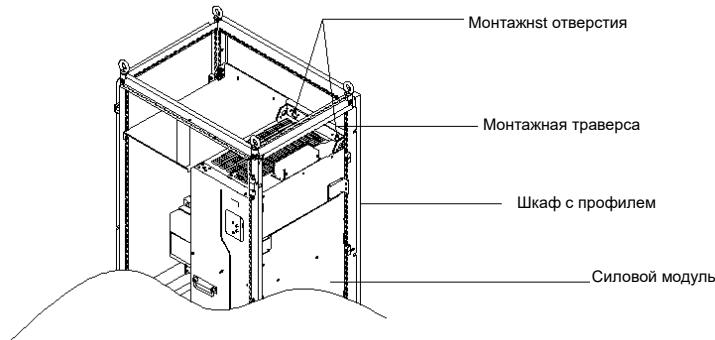

Рис. 4–12 Трехмерный вид крепления GD270-280-4-GD270-500-4 в шкафу
- (1) Закрепите нижние опорные поперечные балки и монтажный кронштейн. (См. Рис. 4–13.)
- (2) Используйте восемь гаек M8 для крепления двух нижних опорных перекладин к основанию рамы шкафа. (Опорные поперечные балки спроектированы пользователем,  $T \geq 2,5$  мм, надежно установлены.)
- (3) Прикрепите монтажный кронштейн к основанию рамы шкафа с помощью шести самонарезающих винтов M5, как показано на следующем рисунке.
- (4) Если вы используете шкаф другого типа, крепежные отверстия для монтажного кронштейна необходимо просверлить и собрать на месте.